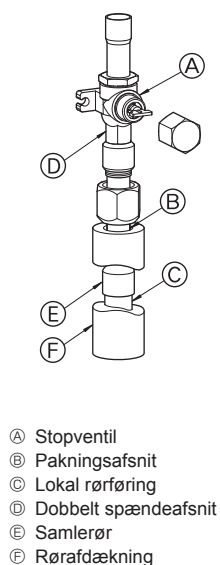

Fig. 4-3
- Følg nedenstående procedure for tilslutning af rør på gassiden. (Fig. 4-3) (SHW230)